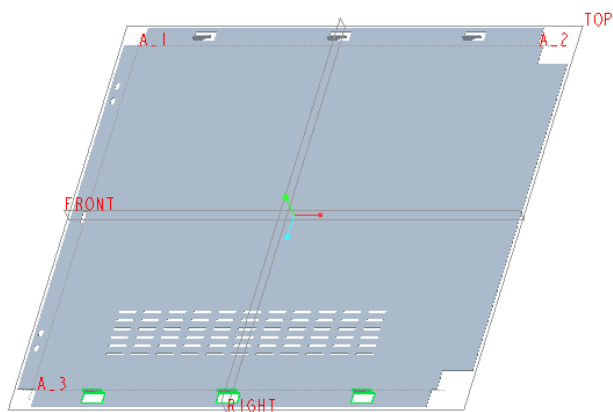

图 6-33 镜像结果
(1) 确保选中阵列特征, 在功能区的“模型”选项卡中单击“编辑”→  (镜像) 按钮, 打开“镜像”选项卡。
(2) 选择 FRONT 基准平面作为镜像平面参考。
(3) 在“镜像”选项卡中确保默认勾选“选项”面板中的“从属副本”复选框, 单击  (完成) 按钮, 镜像结果如图 6-33 所示。